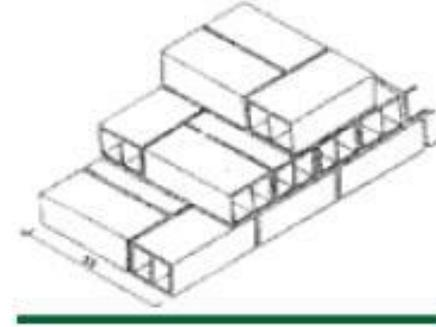

Figura 10. Alvenaria de um tijolo e meio.
- **De um tijolo e meio** (a uma vez e meia - Figura 10) – os tijolos numa parede de vez e meia, com uma espessura de 35 cm, podem ser dispostos de várias formas, sendo que as fiadas ímpares correspondem a uma fila de tijolos a uma vez e as fiadas pares, a meia vez.